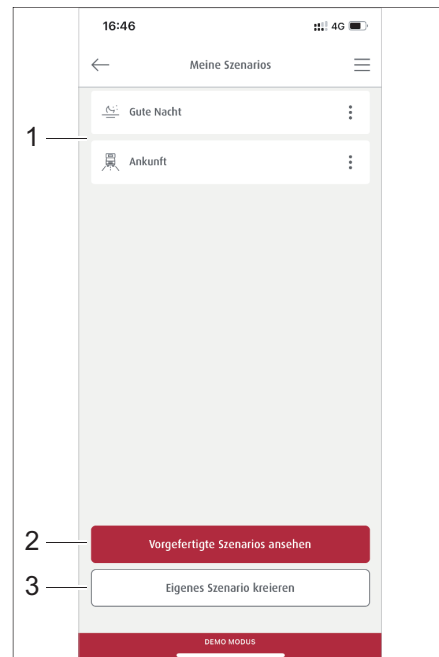

Bild 284 Verwaltung der Szenarios
Im Bereich *Szenarios* werden alle gespeicherten Szenarios (Bild 284,1) aufgeführt. Vorgefertigte Szenarios (Bild 284,2) können angesehen oder neue erstellt werden (Bild 284,3).
- Im Menü *Szenarios* auf Schaltfläche *Vorgefertigte Szenarios ansehen* (Bild 284,2) tippen.
Die Schaltflächen der gewählten Szenarios sind rot umrandet und werden in die Liste im Menü *Meine Szenarios* übernommen (Bild 284,1).